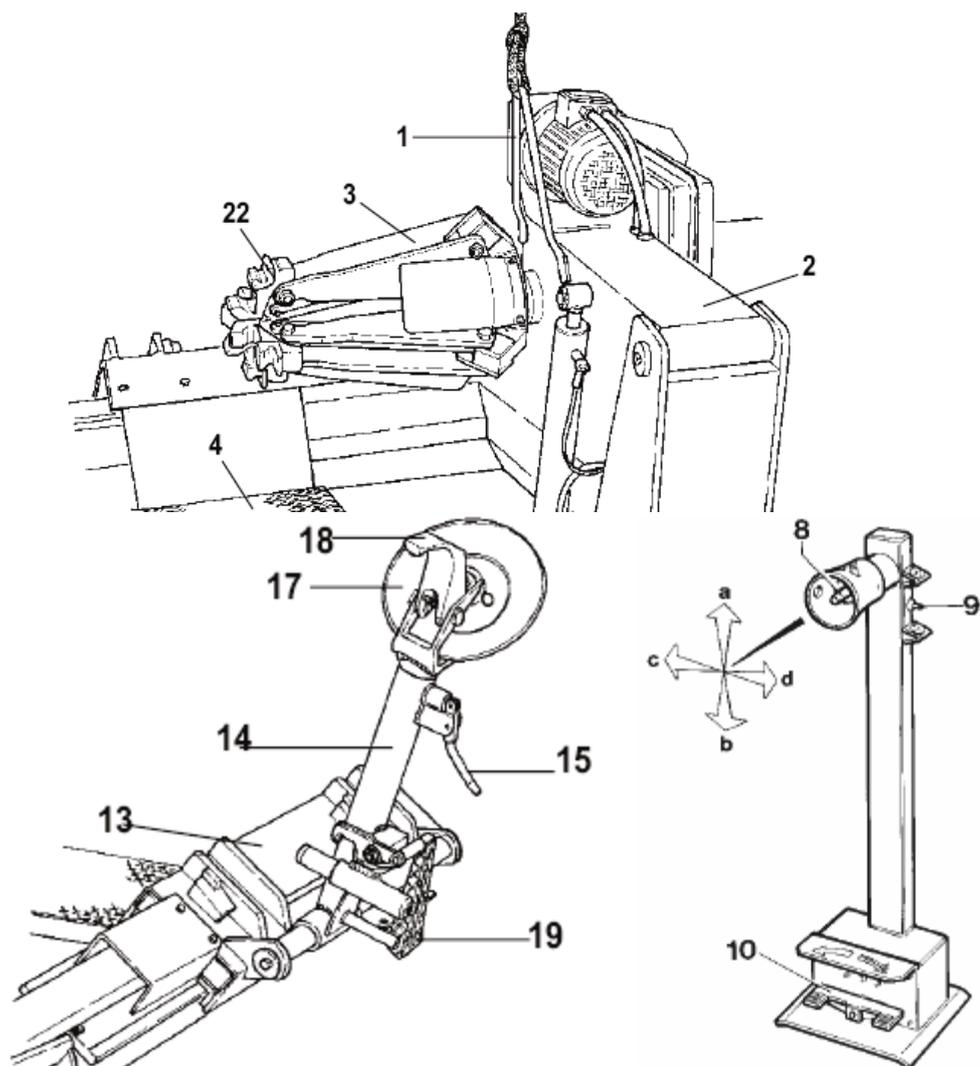

Рис. 5
Сначала при помощи рычага 15 (рис.5) установите кронштейн в данное положение.
- 1) Установите рычаг 8 (рис.5) в верхнее положение (a): кронштейн зажимной цанги 2 (рис.5) должен подняться, при установке рычага в нижнее положение (b) кронштейн должен опуститься.
- 2) Установите рычажок пульта в левое положение (c): каретка и передвижная платформа 13 (рис.5) должны подняться к зажимному устройству 3 (рис.5), установите рычажок в правое положение (d) - каретка и платформа должны отодвинуться от зажимного устройства.
Установите тумблерный переключатель 9 (рис.5) в верхнее положение: кронштейны зажимного устройства 3 (рис.5) должны открыться; переведите переключатель вниз: кронштейны зажимного устройства должны закрыться.
- 3) Отожмите правую педаль 10 (рис.5). Зажимное устройство 3 (рис.5) должно повернуться по часовой стрелке, отожмите левую педаль зажимное устройство должно повернуться против часовой стрелки.
- 4) Для того, чтобы быть уверенным в том, что гидросистема работает правильно: переведите тумблерный переключатель 9 (рис.5) в верхнее положение, чтобы кронштейны зажимного устройства полностью выдвинулись. Удерживая переключатель в этом (верхнем) положении, проверьте давление на манометре: оно должно составлять $130 \text{ бар} \pm 5\%$. Если давление не соответствует данным значениям, см. главу «Поиск и устранение неисправностей» данного руководства для решения проблемы.
- 2) Установите кронштейн снимающего рычага 14 (рис.5) в вертикальное положение.
- 3) При помощи переносного блока управления отодвиньте выдвижной стол 13 (рис.5) от самоцентрирующейся цапги и установите колесо вертикально на выдвинутом столе.
- 4) При помощи переносного блока управления поднимите или опустите кронштейн, чтобы установить самоцентрирующуюся цапгу 3 (рис.5) по центру по отношению к ободу.
- 5) При помощи кронштейнов зажимного устройства 22 (рис.5) в закрытом положении передвиньте колесо на выдвижном столе к самоцентрирующейся цапге. Посредством переключателя 9 (рис.5) зафиксируйте цапгу на внутренней поверхности обода колеса. Наиболее удобное место для зажима обода может быть выбрано в соответствии с рисунком 10.